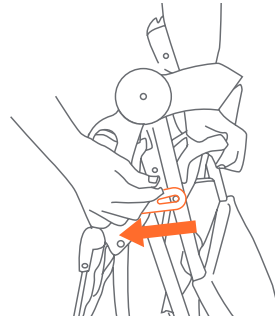

Fig. 23a
23) • Placer la poussette sur le sol avec les trois roues touchant le sol. Relâchez le levier de verrouillage qui est situé sur le côté droit (Fig. 23a).